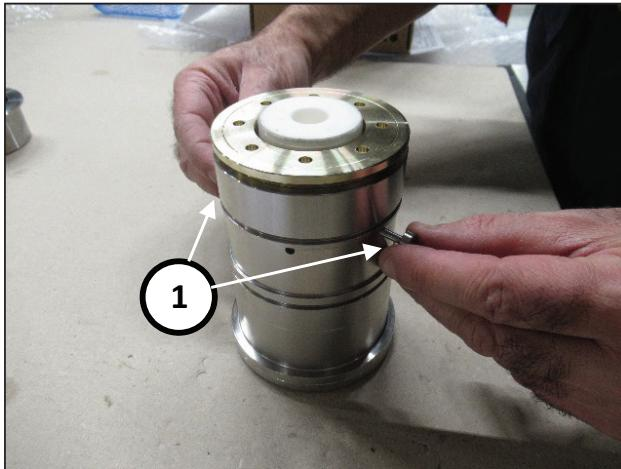
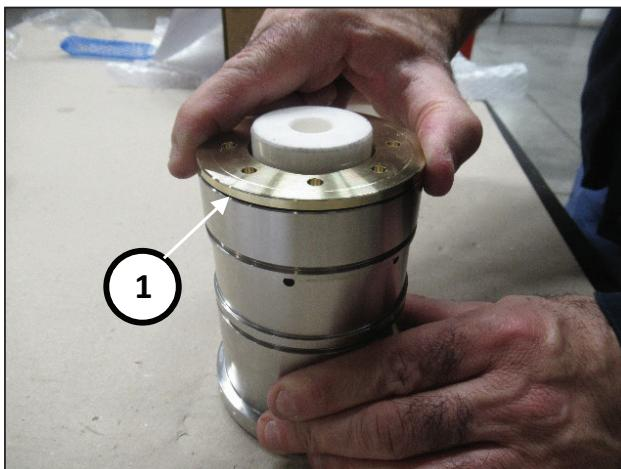

Abb. 188
Abb. 189
Ziehen Sie die Bolzen des Werkzeugs Art.27945400 (Pos. ①, Abb. 188) heraus und schrauben Sie den Dichtungshalter vollständig ein (Pos. ①, Abb. 189).